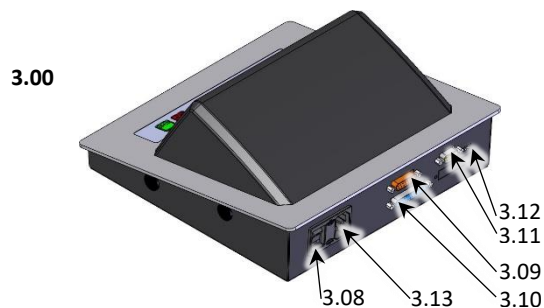

Abb. 4 Rückseite Elektronikeinheit
- Schalten Sie die Elektroneinheit mit dem Netzschalter (3.08, Abb. 4 Seite 4) ein.